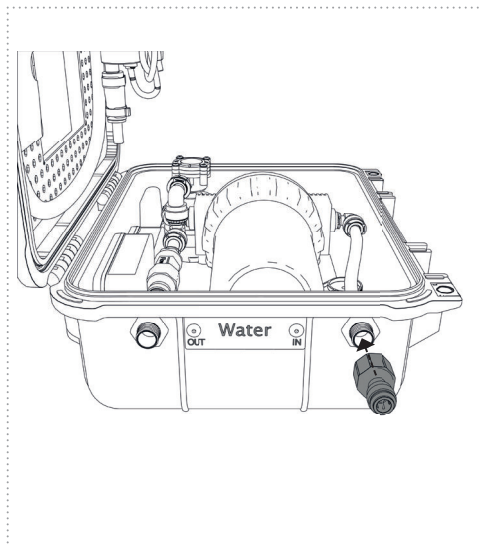

Figure 11
4. Vissez à la main le raccord à visser plastique (du kit de raccordement d'eau) (WATER IN) (Fig. 11)